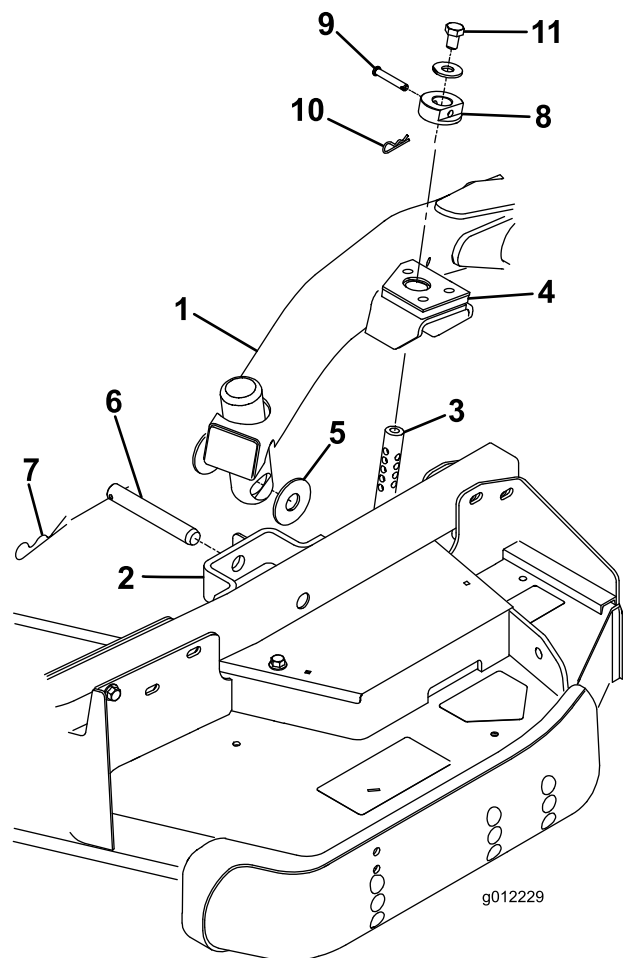

図 23
穴とキャスタ・アーム・ブラケットについている穴を整列させ、昇降アームのパッドに刈高ロッドを挿入できるようにする (図 23)
5. スラスト・ワッシャ 2 枚、クレビス・ピン、ヘアピン・コッターを使って、昇降アームをキャスタ・アームに固定する。スラスト・ワッシャは昇降アームとキャスタ・アーム・ブラケットの間に入れる (図 23) コッター・ピンを、キャスタ・アーム・タブのスロットに差し込んで固定する。
(図 23) クレビス・ピンの頭をデッキの前面に向けておく。
10. 各刈高ロッドの上部に 1/2 x 3/4" ボルトとワッシャを取り付ける (図 23)。